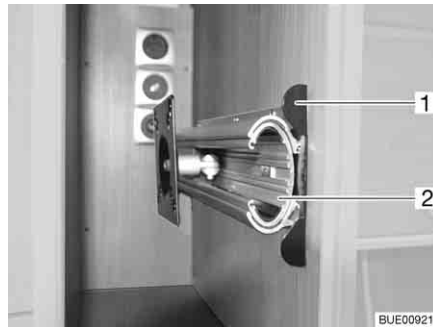

Bild 68 Fäste i TV-skåp
- Tryck in låslisten (Bild 68,1).
- Drag ut utdragsanordningen (Bild 68,2) till stoppläget.
- Skjut in utdragsanordningen (Bild 68,2), tills låslisten (Bild 68,1) hakar i.